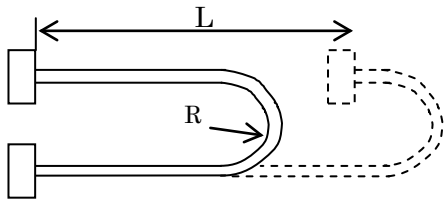

图 J.4 (a) 电缆寿命试验
- ① 如图 J.4 (a)所示，在电缆的两个位置上，将芯线与芯线或芯线与护套捆在一起，使二者之间不发生移动，并反复做左右方向的平行移动。
- ② 往复一回计一次。
- ③ 将电缆所有的芯线串联，检查导体和屏蔽线的电阻增加情况，电阻增加率达到初始值的 20%所需时间，视为使用寿命。